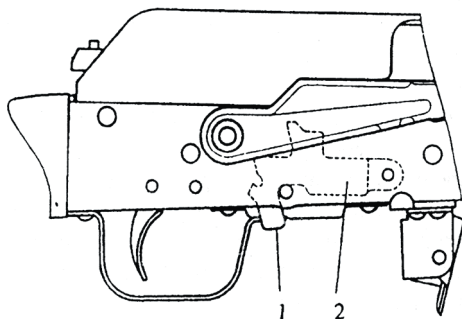

Рисунок 7
2.4.4 Отдельные исполнения карабина имеют затворную задержку (см. рисунок 7), которая позволяет при отсутствии навыка присоединения